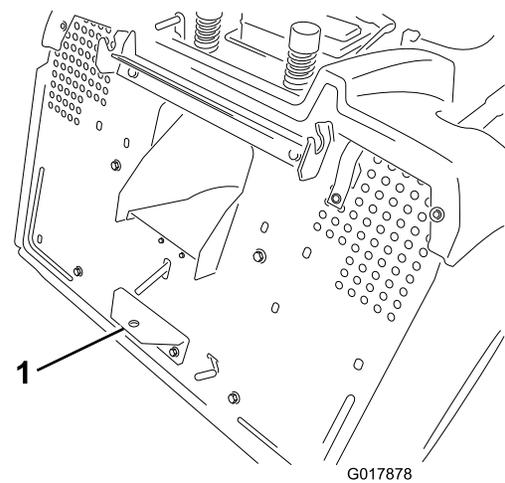

Bild 20
2. Installieren Sie das Anbaugerät an der Anbauvorrichtung, die sich hinten unten an der Maschine befindet (Bild 20).